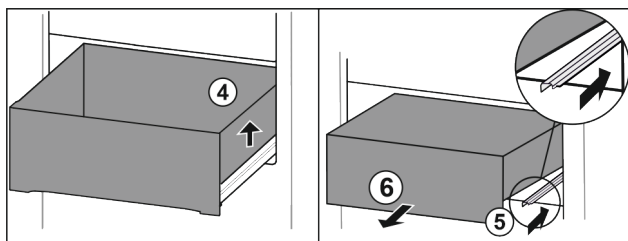

Fig. 89
- ▶ Nadvihnite zásuvku doprava. Fig. 89 (4)
- ▶ Zasuňte pravú koľajničku. Fig. 89 (5)
- ▶ Odoberte zásuvku dopredu. Fig. 89 (6)